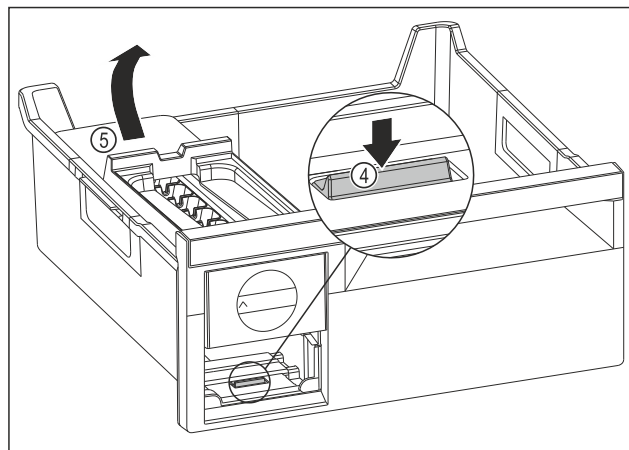

Fig. 130
- ▶ Udtagning af EasyTwist-Ice-legemet: Tryk lasken Fig. 130 (4) ned med fingeren, og løft samtidigt EasyTwist-Ice-legemet Fig. 130 (5) med den anden hånd.